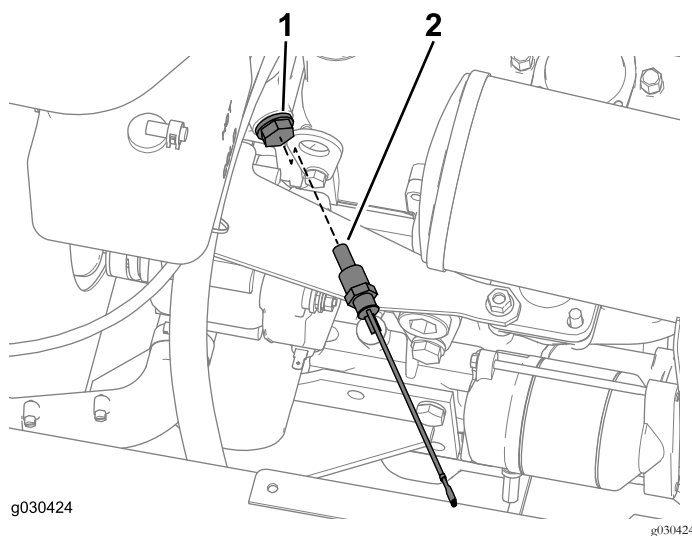

Figura 45
1. Localize e retire o bujão do motor, conforme indicado em Figura 45.